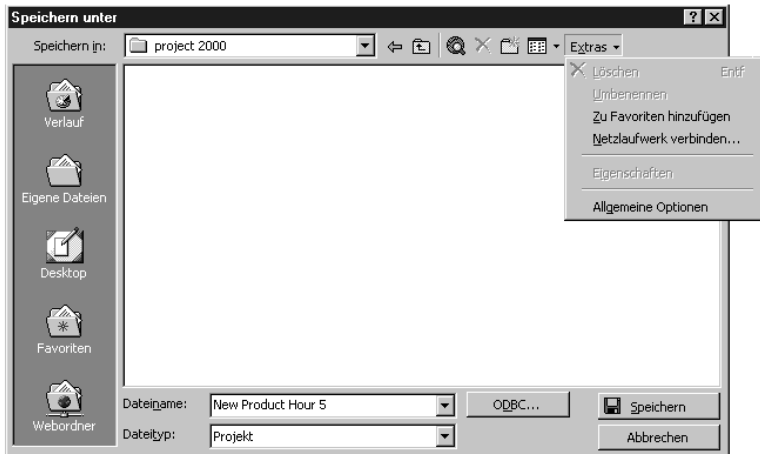

Abbildung 3.10:
1. Gehen Sie im Menü auf DATEI, SPEICHERN oder klicken Sie auf die Schaltfläche SPEICHERN in der Standard-Werkzeugleiste. Das Dialogfeld SPEICHERN wird angezeigt (siehe Abbildung 3.10). Wenn die Datei bereits gespeichert wurde, Sie diese nun unter einem anderen Namen oder in einem anderen Ordner speichern wollen, gehen Sie zu DATEI, SPEICHERN UNTER....